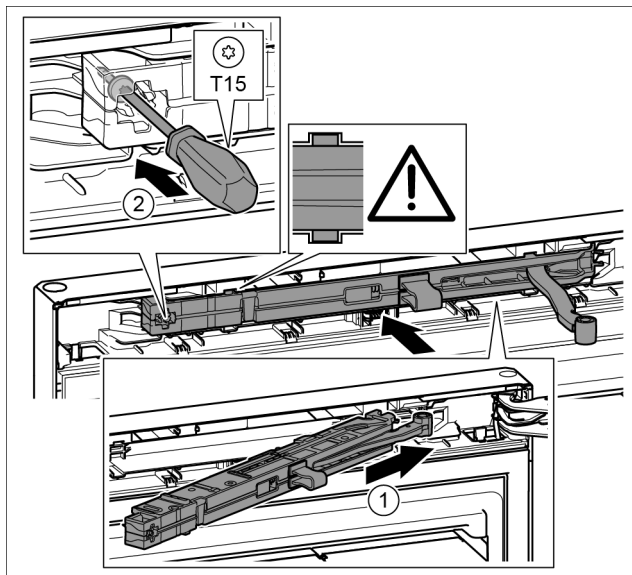

Fig. 48
- ▶ Під нахилом просуньте демпферний вузол з боку опорного кронштейна в отвір до упору. Fig. 48 (1)
- ▶ Закрутіть гвинт за допомогою викрутки T15. Fig. 48 (2)